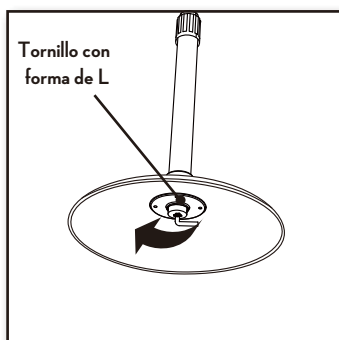

Figura 8
3. Inserte el tubo telescópico en la parte superior de la base. Instale el anillo metálico y el tornillo en forma de L en el orificio roscado de la parte inferior del poste para fijarlo a la base. Figura 8